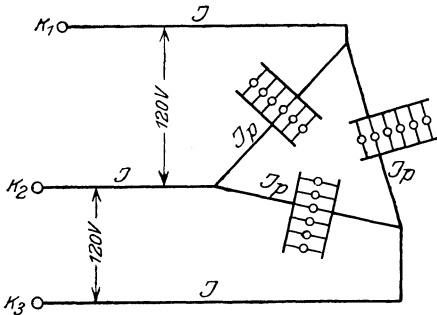

Abb. 163.
- b) die Stromstärke in den Lampen, wenn dieselben in Dreieckschaltung verbunden sind (Abb. 163),